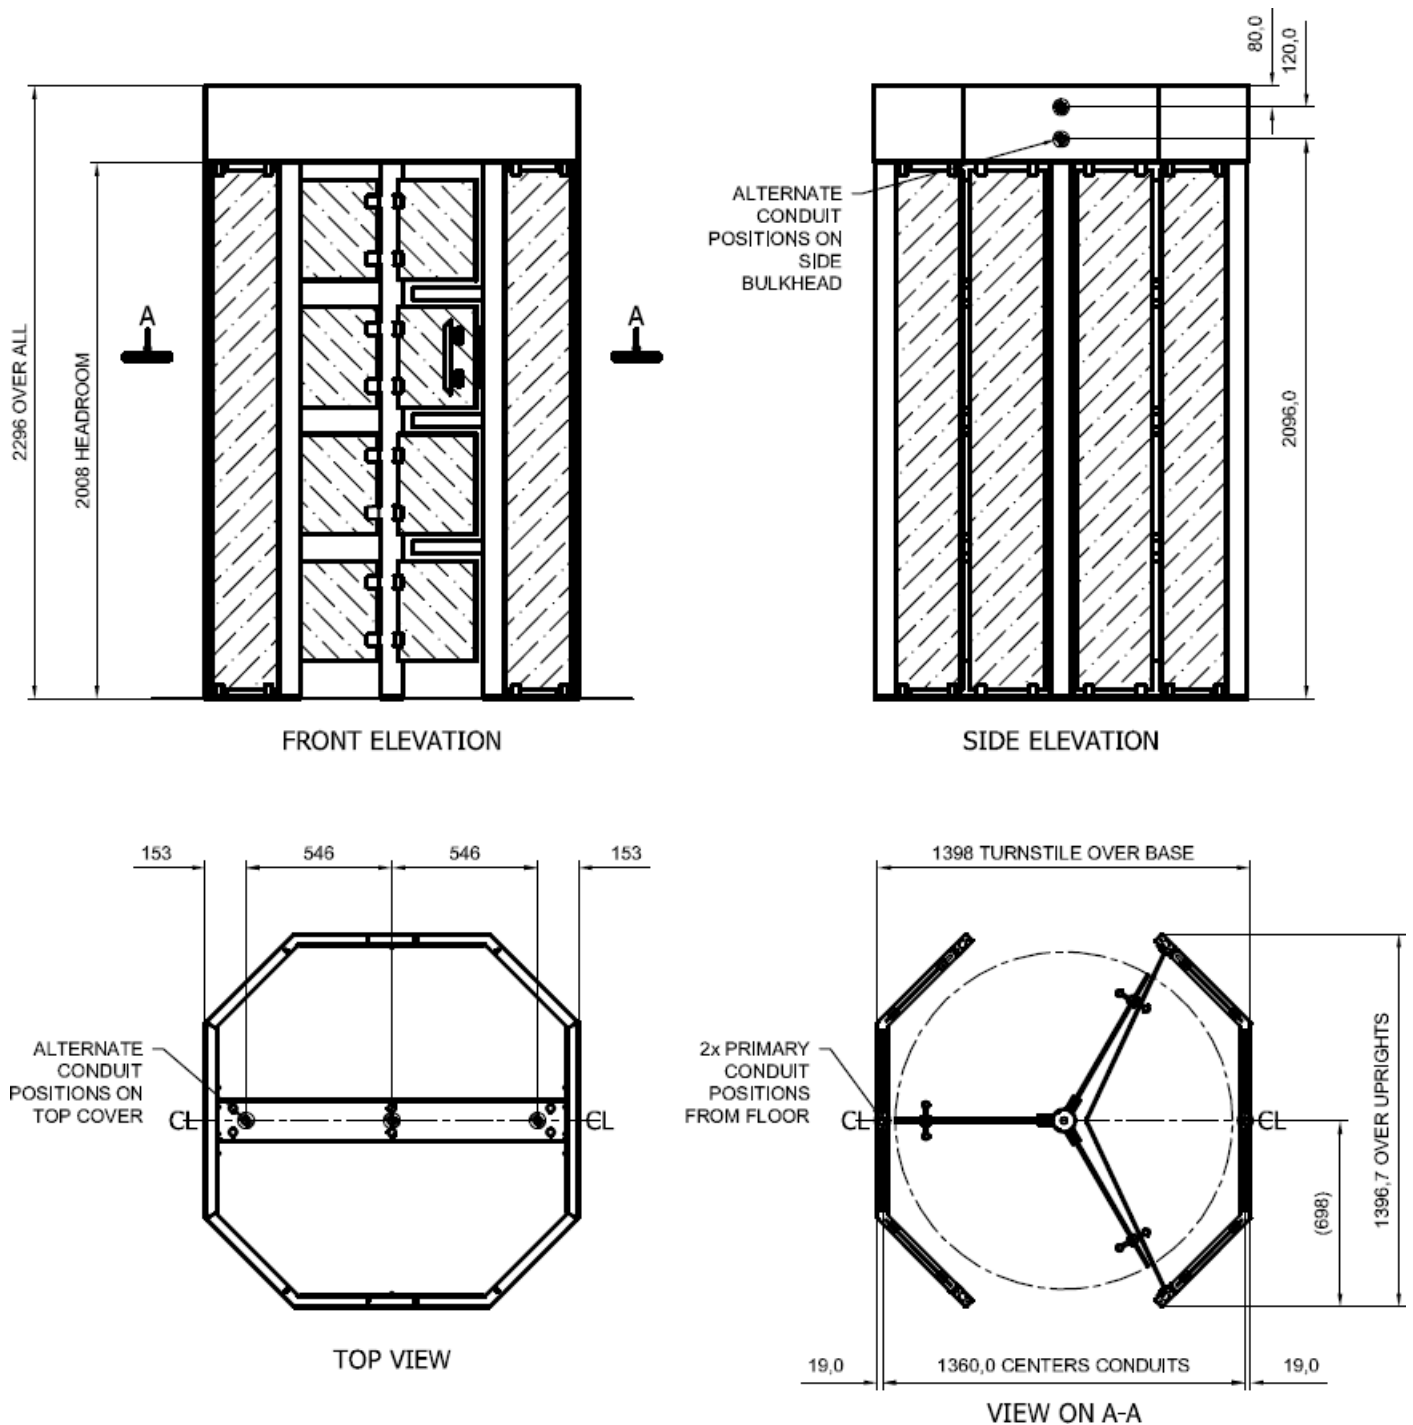

Abbildung 2: Eindrehkreuz-Rohre
- 4.4. Die Kernpositionen des einzelnen achteckigen Glasdrehkreuzes befinden sich hauptsächlich an der Basis, im Abstand von 1360 mm, wie in **Abbildung 2** gezeigt: Einzelne Drehkreuzrohre. Es gibt alternative Leitungseinführungspunkte an der seitlichen oberen Stirnwand und von der Abdeckplatte in den oberen Hohlraum.